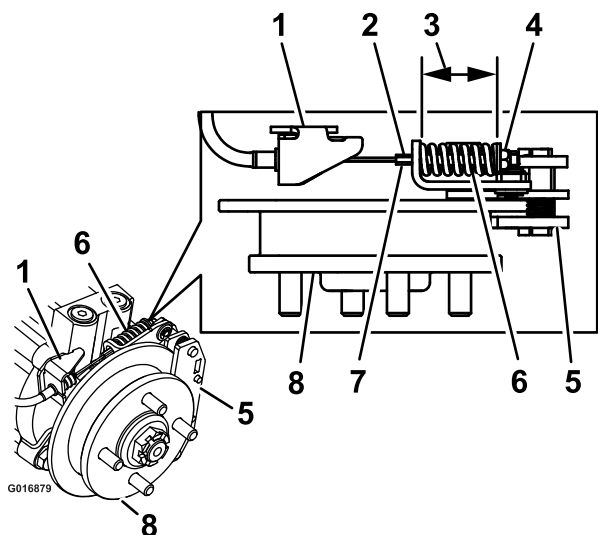

Figure 71
9. Tenez l'extrémité de la tige filetée avec un outil et ajustez le contre-écrou jusqu'à ce que la longueur du ressort soit comprise entre 3,8 et 4,0 cm (Figure 71). Le câble ne doit pas tourner quand les écrous sont desserrés.